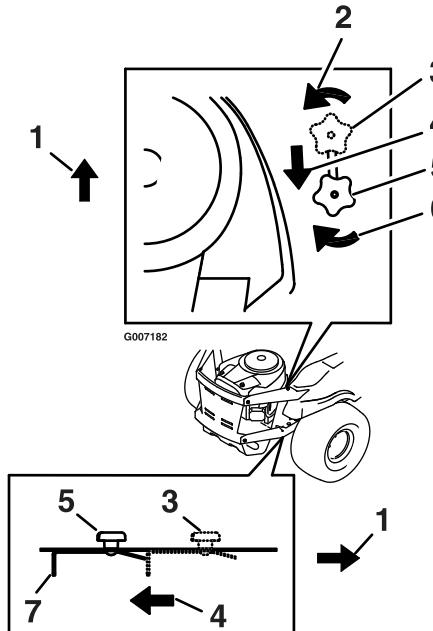

Figure 20
3. Trouvez les boutons de déblocage de dérivation de chaque côté du plancher moteur (Figure 20).
4. Tournez le bouton dans le sens antihoraire pour le desserrer. Tirez ensuite vers l'arrière le levier de déblocage situé sur le dessous de la machine (Figure 20) et resserrez le bouton pour maintenir le levier en position débloquée. Répétez cette procédure de chaque côté de la machine.
Desserrez le bouton de dérivation, poussez les leviers de déblocage en avant et resserrez le bouton pour engager la transmission (Figure 20).